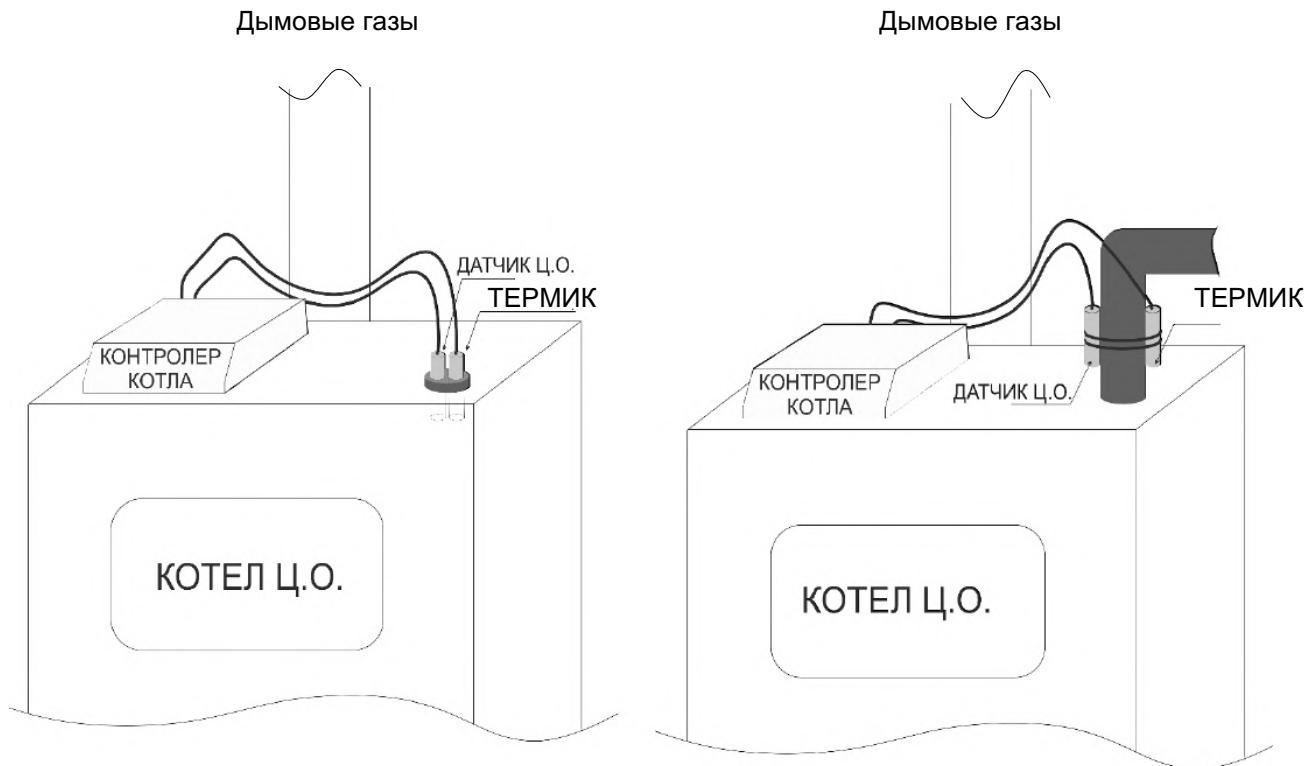

Рисунок 7. Схема размещения термика
- Размещение термика и датчика Котла (см. рис.7): термик — это биметаллический датчик, который находится рядом с датчиком температуры Котла в капилляре или на трубе подачи воды в установку ЦО как можно ближе к Котлу. Датчик ГВС устанавливается в бойлере.